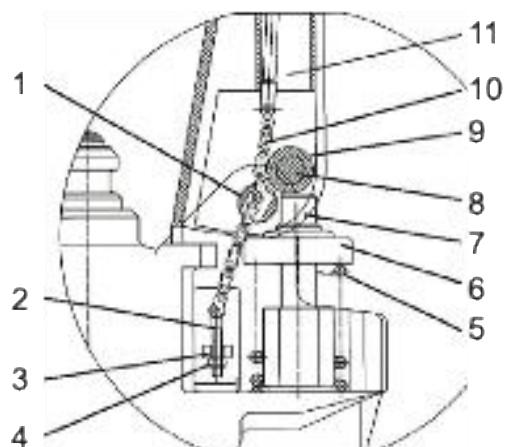

Fig. 7 Vedere laterală
- b)** Setați maneta de control a brațului timonei în poziția 'COBORÂRE', apoi treceți piulița și șurubul de reglare prin orificiul axului cu mâna (Fig. 7).